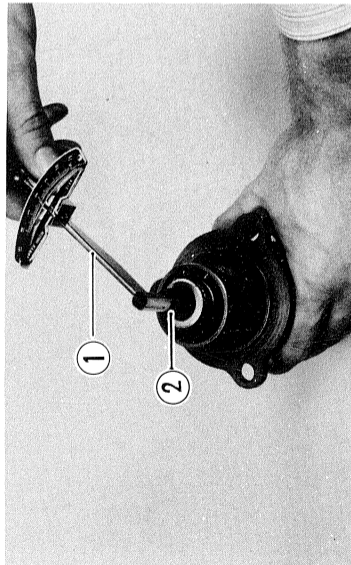

Abb. 8-22
- Nachdem die Endtriebskegelradmutter auf das vorgeschriebene Anzugsmoment angezogen ist, die Lagervorlast mit Hilfe des Spezialwerkzeuges ① und eines 1/2" x 1/4" Adaptersteckers messen. (Abb. 8-22)